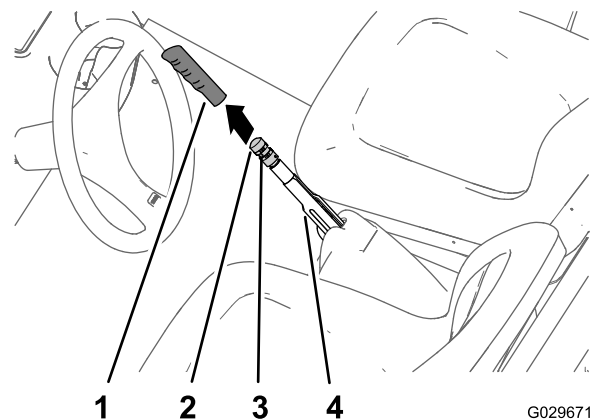

図 53
1. 駐車ブレーキレバーのゴム製グリップを外す 図 53。
2. 駐車ブレーキレバーに調整ノブを固定している固定ねじをゆるめる 図 53。
3. ブレーキレバーを操作するのに必要な力が133156N・m 4.24.8kg・mとなるようにノブを回して調整する 図 53。
4. 固定ねじを締め、ゴム製グリップを取り付ける 図 53。
1. 駐車ブレーキのゴム製グリップを外す 図 53。
2. 駐車ブレーキレバーに調整ノブを固定している固定ねじをゆるめ 図 53、駐車ブレーキをゆるめて、ブレーキ調整ノブをゆるめる。
5. ブレーキを掛けるのに必要な力が 133156Nm 4.24.8kg.m = 3035ft-lbとなるようにノブ 図 53を回して調整する。
- C. ブレーキを掛けるのに必要な力が 133156Nm 4.24.8kg.m = 3035ft-lbとなるようにノブ 図 53を回して調整する。
- 固定ねじを締め、ゴム製グリップを取り付ける 図 53。